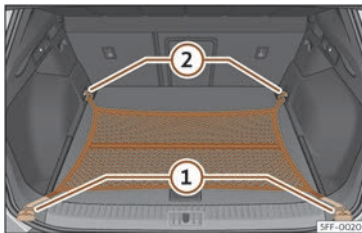

Fig. 120 Dans le coffre à bagages : sac pour filet accroché au niveau du plancher.
- Fixez les crochets du filet aux œillets d'arrimage **1** et **2** »» **fig. 120** »» . La fermeture à glissière du sac doit rester vers le haut.